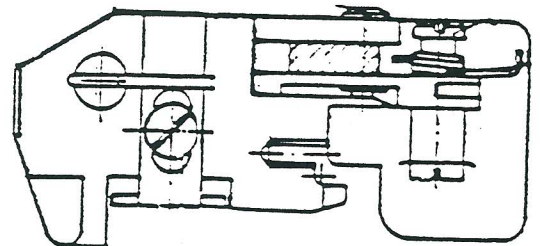

Abb. 22
- zwischen Winkel 1 (Abb. 22) und Kantenschneidmesser durch Lösen der Schraube 2 einen Abstand von 0,1 bis 0,2 mm einstellen